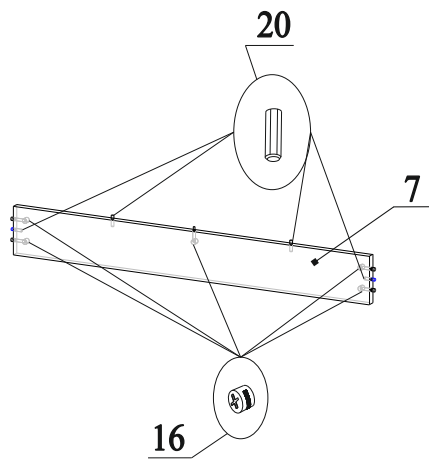

Рис.6
12. В торцы деталей 7 вставить шканты 20 (рис.6);
13. В отверстия на деталях 7 вставить эксцентрики 16 стрелками к торцевым отверстиям (рис.6);